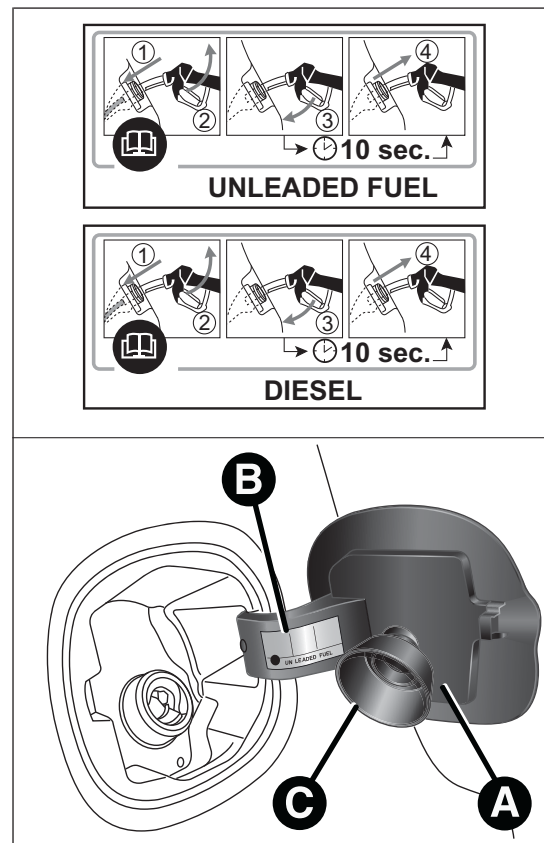

fig. 117
La procedura di rifornimento di seguito descritta è illustrata sulla targhetta B fig. 117 ubicata all'interno dello sportello combustibile. Sulla targhetta è inoltre riportato il tipo di combustibile (UNLEADED FUEL=benzina, DIESEL=gasolio).
- ☐ aprire lo sportello A fig. 117 tirandolo verso l'esterno;
Lo sportello A fig. 117 è provvisto di una cuffia parapolvere C che, a sportello chiuso, impedisce il deposito di impurità e polvere all'estremità del bocchettone.